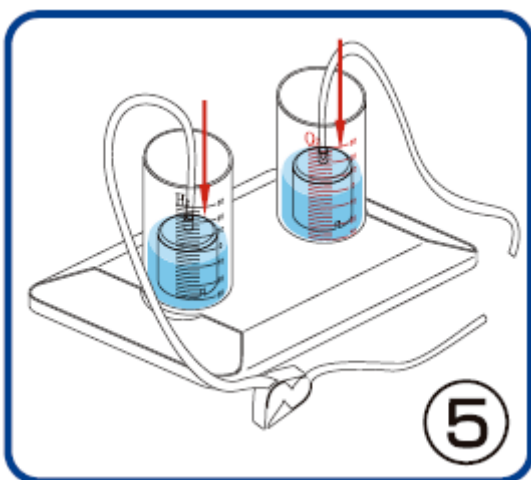

図 5. 貯蔵タンクへのチューブの取り付け
⑤ H_2 と O_2 用のシリンダーに貯蔵タンクを取り付ける. この時, シリンダーの内側の枠で貯蔵タンクの切り欠き部がふさがれないように注意する. そして, 水が目盛りのゼロにあることと, 貯蔵タンク内にも精製水が入っていることを確認する. 次に, 貯蔵タンクの上側のノズルに, ④で用意した 2 本のチューブを取り付ける. ただし, H_2 側にクリンチャーを通したチューブを, O_2 側にもう 1 本のチューブを取り付ける (図 5 参照).